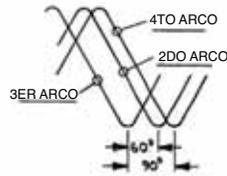

FIGURA 1
- 3.) CONECTE LA ENTRADA DEL RANGO A CADA TOBERA DE CA Y OBSERVE LA DIFERENCIA DE TIEMPO O FASE ENTRE LOS TRES. DEBERÁN VERSE COMO LA FIGURA 1.